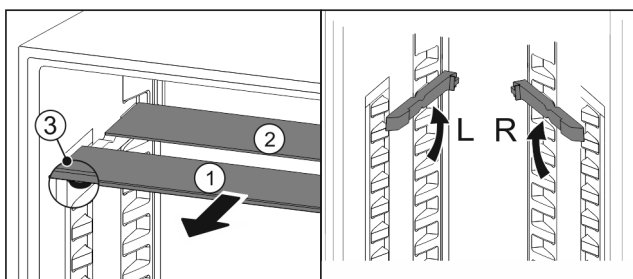

Fig. 90
- ▶ Trekk glassplatene enkeltvis fremover og ut Fig. 90 (1).
- ▷ Glassplate Fig. 90 (1) med pyntelist ligger foran.
- ▷ Stoppere Fig. 90 (3) peker nedover.